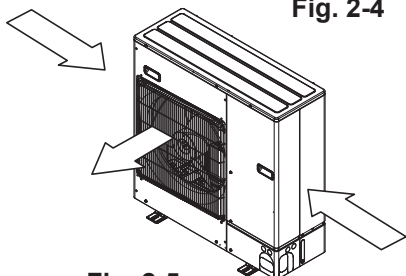

Fig. 2-5
- ③ Coloque la unidad de manera que la salida de aire sople en dirección perpendicular a la dirección estacional del viento, si la conoce. (Fig. 2-5)